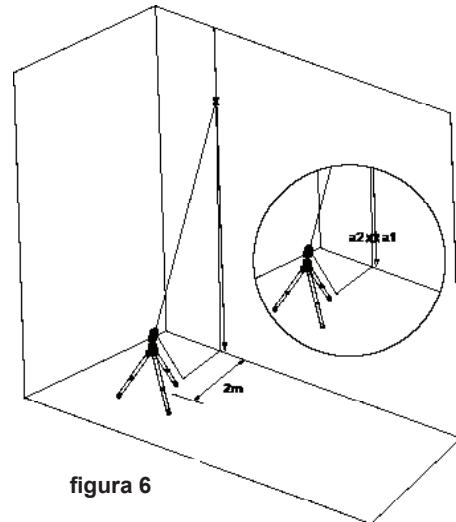

figura 6
- Sul muro, marcire il punto a2 al centro della linea verticale e alla stessa altezza di a1. (vedi figura 6).